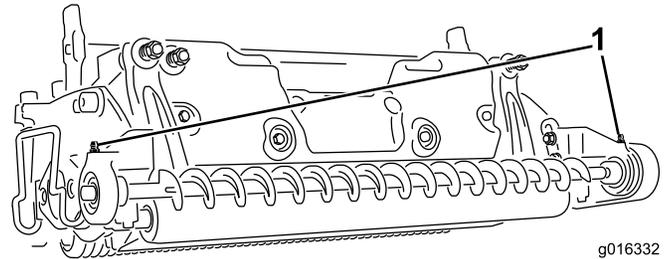

Figura 23
15. Lubrificate i raccordi di ingrassaggio dell'alloggiamento del cuscinetto con grasso al litio n. 2; vedere Figura 23.